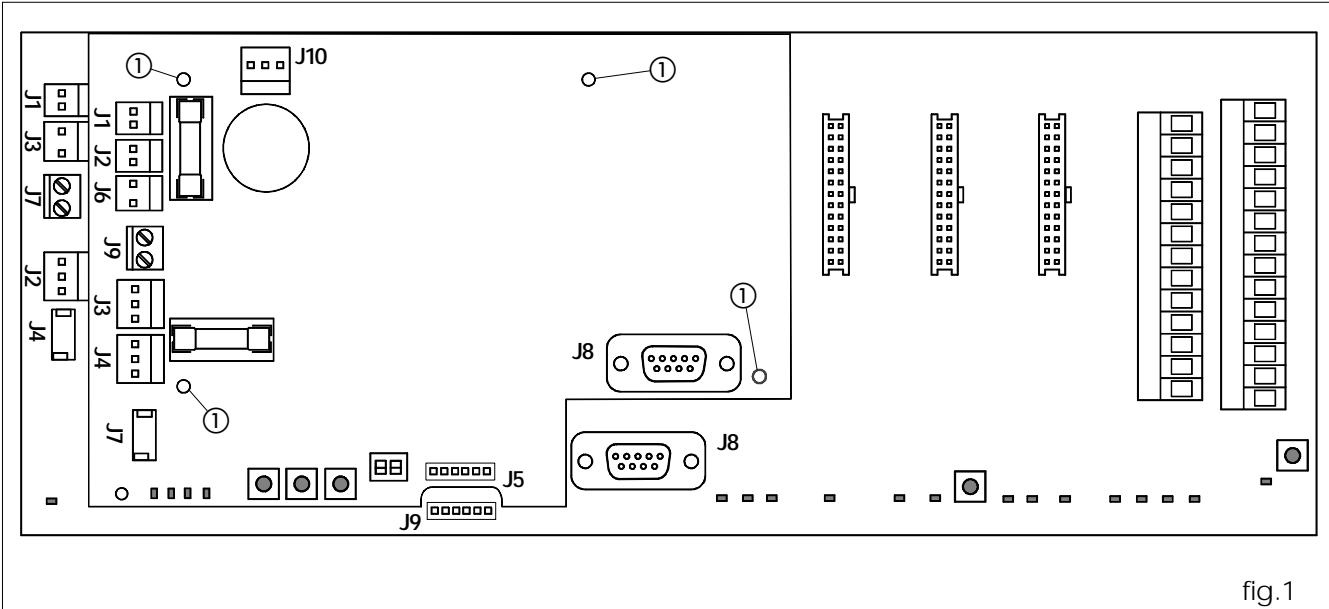

fig.1
Les portes 940 assemblées à double moteur sont fournies avec la platine du deuxième moteur déjà câblée. Dans le cas des portes en Kit, monter la deuxième platine en utilisant les entretoises fournies en les positionnant sur la platine 940SDM au niveau des trous d'après la fig. 1 réf. ①.